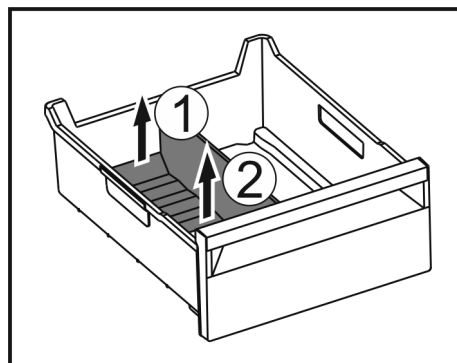

Fig. 147
- Zvedněte zadní část přepážky přihrádky na led. Fig. 147 (1)
- Přepážku přihrádky na led vyjměte nahoru. Fig. 147 (2)